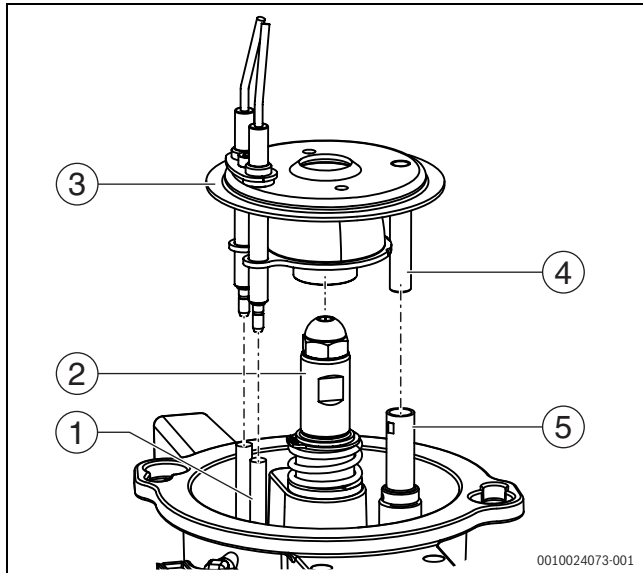

Bild 71 Mischsystem montieren
- ▶ Sichtrohr des Mischsystems und Halterohr des Flammenfühlers (→ Bild 71) innen mit geeignetem Hilfsmittel, wie z. B. Wattestäbchen, Langbürste (Pfeifenreiniger) reinigen.